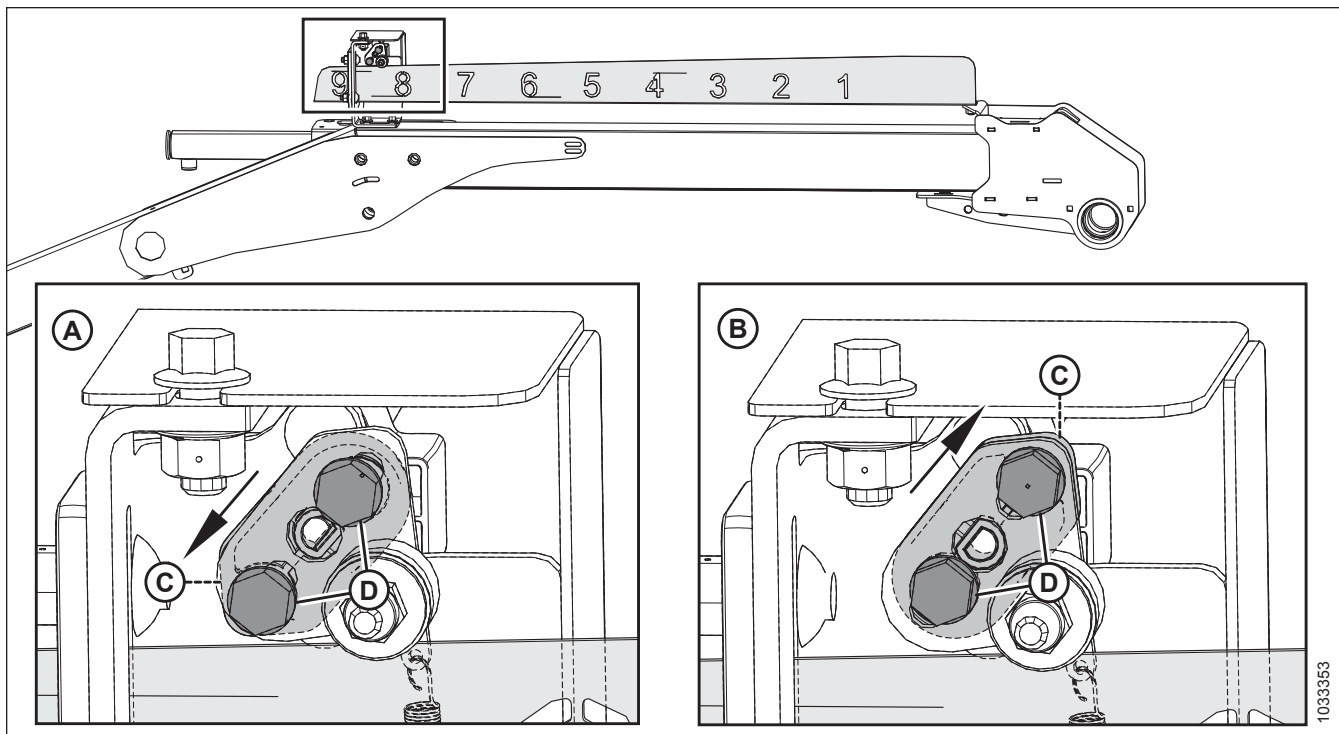

Figura 3.156: Configurações do braço do sensor
Observe a orientação do braço (C) e das ferragens (D) do sensor. Certifique-se de que o braço do sensor esteja configurado corretamente para sua máquina; consulte a Figura 3.156, página 128.